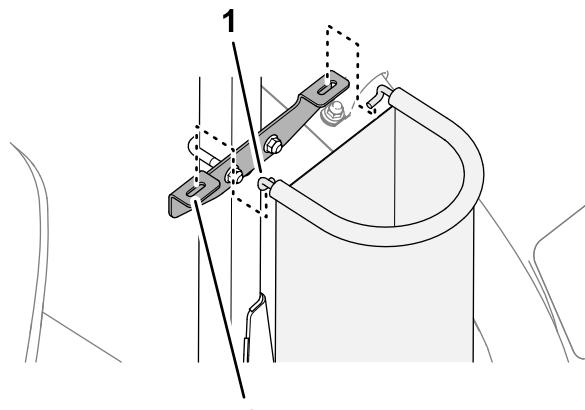

Bild 28
5. Setzen Sie die Haken der Bügelstange in die Schlitze der Befestigungshalterung ein (Bild 28).